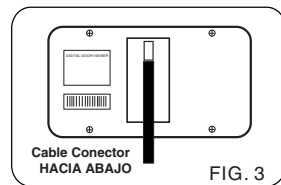

FIG. 3
3. El cable de datos debe estar completamente conectado en la parte posterior de la pantalla, y dirigido hacia la parte inferior. El exceso de cable debe ser colocado concuidado en el alojamiento de la parte trasera del visor (FIG.3).